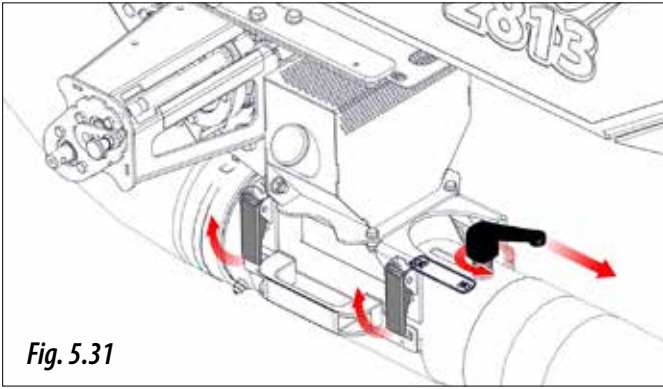

Fig. 5.31
4.A.2- Ouvrir le couvercle de l'injecteur venturi en actionnant les deux fermetures rapides et en déplaçant la manette d'étalonnage en position « NO » (figure 5.31).